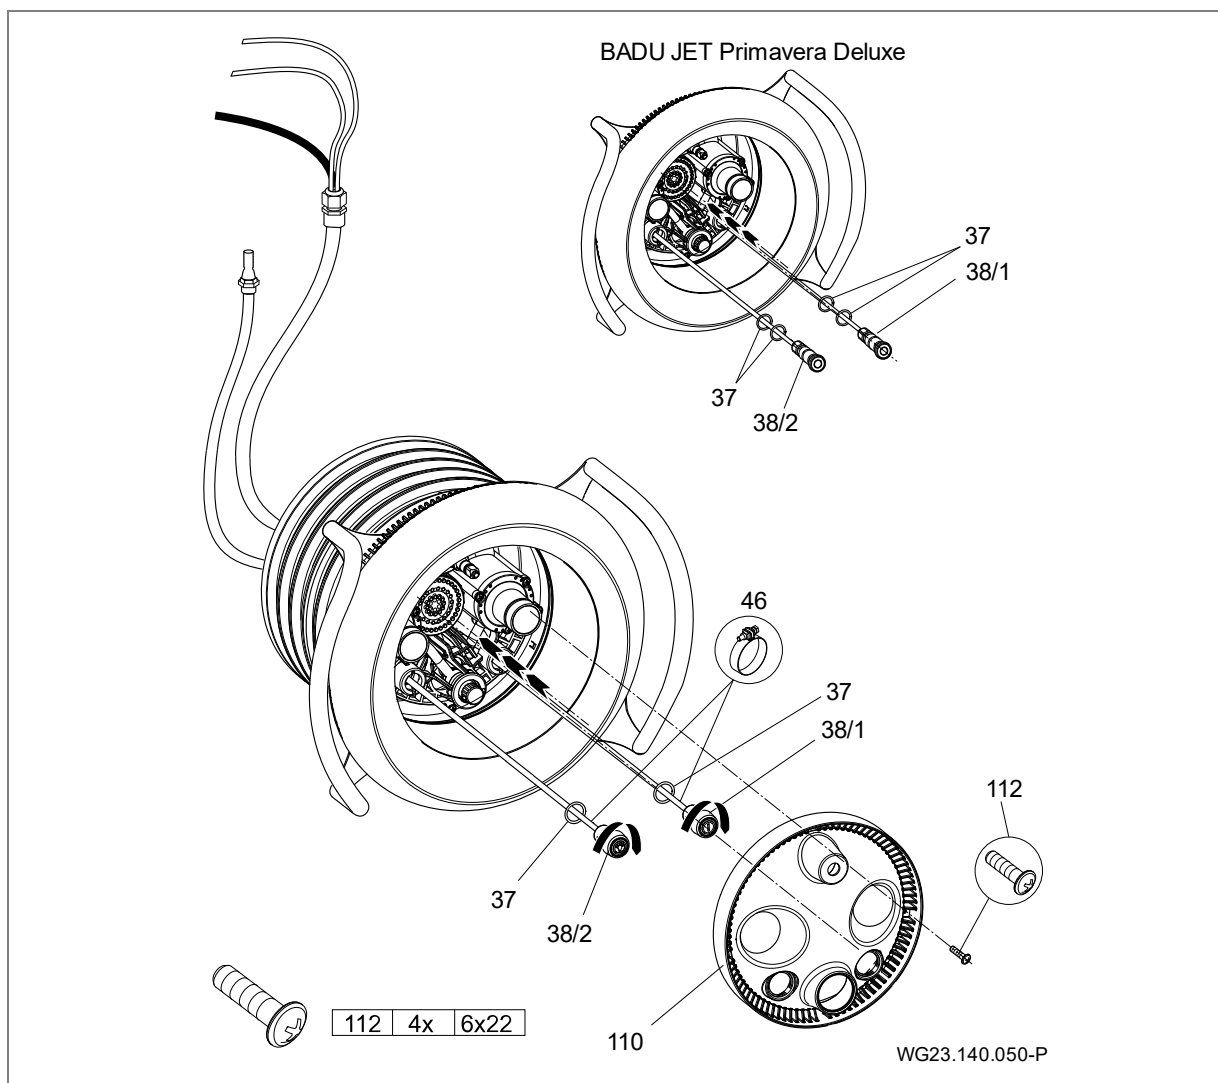

Fig. 20
8. Primavera: Inserte una junta tórica (37) en el pulsador neumático (38/1; 38/2) respectivamente. Fije las mangueras neumáticas en los correspondientes pulsadores con abrazaderas para mangueras (46). Inserte los dos pulsadores neumáticos en la carcasa de las boquillas y bloquéelos girando en el sentido horario. (Fig. 20)
10. Alinear la placa de acero inoxidable (93.1) con las motas de centraje salientes en las escotaduras de la placa de aspiración (93). Tener en cuenta la marca "OBEN" (ARRIBA) en la placa de acero inoxidable. Para retención del protector, doblar hacia atrás con un atornillador las dos lengüetas de flexión lateralmente desplazadas. (Fig. 20)